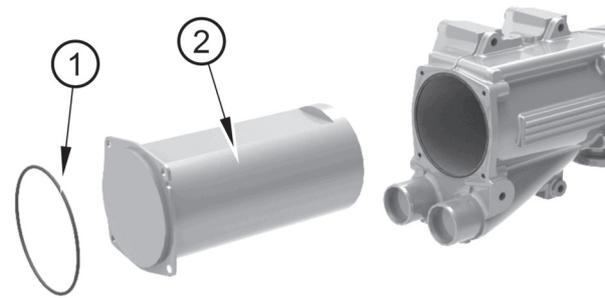

Figure 21
1. Déposez le joint torique (figure 21, repère 1) et le faisceau tubulaire (repère 2).